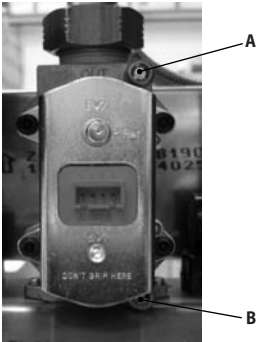

Рисунок 7.1
Выключив котел (приведя в его нерабочее состояние), проверьте давление питания при помощи отвода **B** (см. Рисунок 7.1) и сравните считанное значение со значениями, приведенными в таблице «Давление газового питания», раздел «Технические данные» на с.9.
- Тщательно закройте отвод для замера давления **B** (см. Рисунок 7.1).
- Откройте отвод для замера давления **A** (см. Рисунок 7.1) и подсоедините манометр.